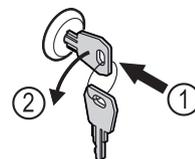

Fig. 205
- ▶ Insérer la clé. Fig. 205 (1)
- ▶ Tourner la clé à 90° dans le sens antihoraire. Fig. 205 (2)